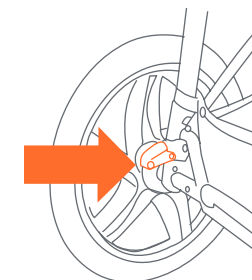

Fig. 11
- 11) • Localize los 2 frenos traseros detrás del carrito a la derecha ya la izquierda del eje (Fig. 11).